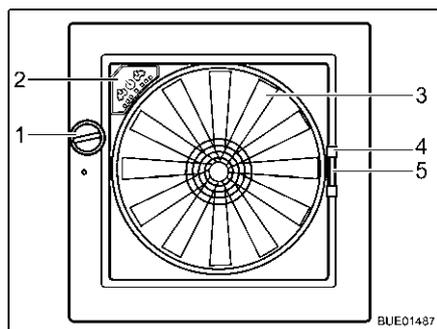

Fig. 124 Claraboya Omni-Vent
- Abrir:** ■ Girar el botón giratorio (Fig. 124,1) hasta alcanzar el ángulo de apertura deseado.
- Cerrar:** ■ Girar el botón giratorio (Fig. 124,1) hasta que la claraboya esté completamente cerrada.
- Cerrar:** ■ Tirar del tirador (Fig. 124,4) de la protección contra insectos hacia el lado opuesto del marco.
- Cerrar:** ■ Comprimir el tirador (Fig. 124,5) del oscurecedor.
Ventilador Cuando la claraboya está abierta, el interior se puede ventilar y purgar de aire con el ventilador de 6 niveles (Fig. 124,3). El ventilador se maneja a través del cuadro de mando (Fig. 124,2).